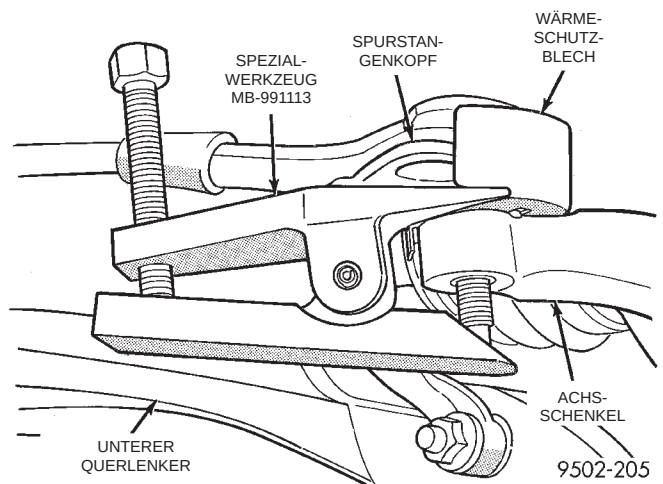

Abb. 45 Spurstangenkopf aus dem Achsschenkel herausziehen
- (10) Den Gewindebolzen des Spurstangenkopfes mit Spezialwerkzeug MB-991113 aus dem Achsschenkel herausziehen (Abb. 45).